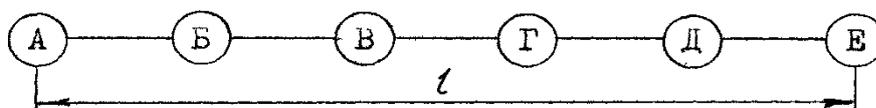

Рис.1
4. На участке движения по направлению АЕ произошла вынужденная остановка поезда на станции Г по техническим причинам (рис.1). Время вынужденной стоянки -  $t_T$ , ч.
На рис. 1 станции Б, В, Д - промежуточные с предусмотренными расписанием остановками поезда. Расстояние между станциями А (формирования) и Е (оборота)  $l$  км. Известно, что ходовое время движения по отдельным участкам направления составляет
– выразить маршрутное время  $T_M^1$  нахождения поезда на направлении для новых условий движения. Из схемы (рис.1) видно, что операции замедления перед пунктами Б, В, Г, Д и Е и разгона поезда после пунктов А, Б, В, Г и Д выполняются по 5 раз. Следовательно, общие затраты времени на замедление и разгон поезда составляют  $5(t_3 + t_p)$  часов.